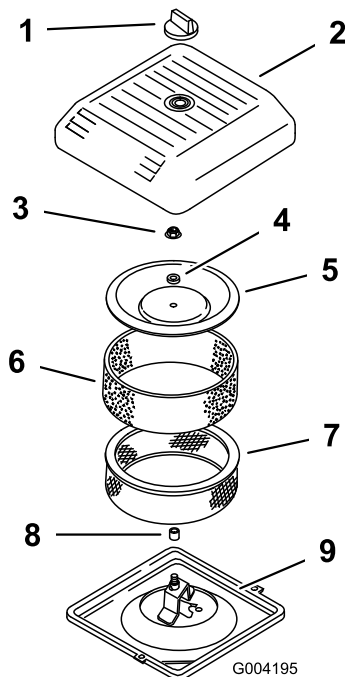

Figura 14
2. Desaperte o botão e retire a cobertura do filtro de ar (Figura 14).
3. Faça deslizar cuidadosamente o filtro prévio de esponja do elemento de papel (Figura 14).
4. Desaperte a porca da cobertura e retire a cobertura, o espaçador e o filtro de papel (Figura 14).
2. Coloque a estrutura do filtro do ar na base do filtro do ar (Figura 14).
3. Coloque a cobertura, o espaçador e aperte com a porca da cobertura (Figura 14). Aperte as porcas a 10,7 Nm.
4. Coloque a cobertura do filtro de ar e fixe-a com o botão (Figura 14).